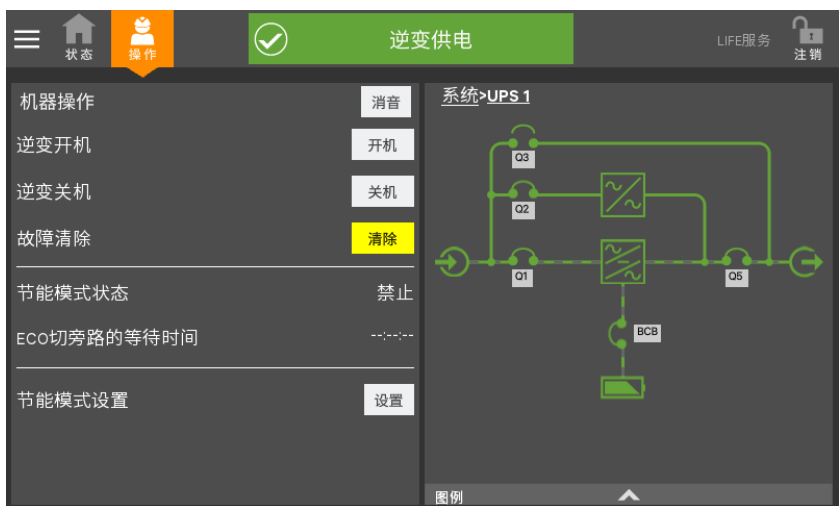

图5-3 点击逆变开机按钮
4. 待整流器完成启动，旁路开始供电以后（功率流图如图 5-3 所示），点击开机按钮（此处可参考 4.2.4 节）。